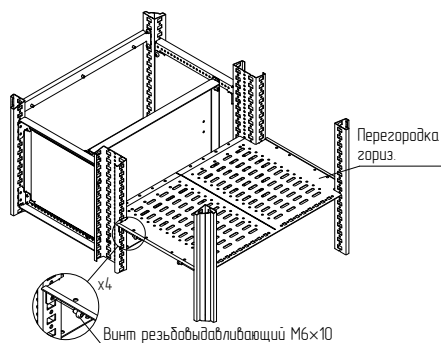

Рисунок 2
4.1.2 Закрепить перегородку горизонтальную на стойках каркаса и стойках дополнительных вертикальных. Для крепления использовать болты М6×10 (рисунок 2). Момент затяжки – 7 Н·м.